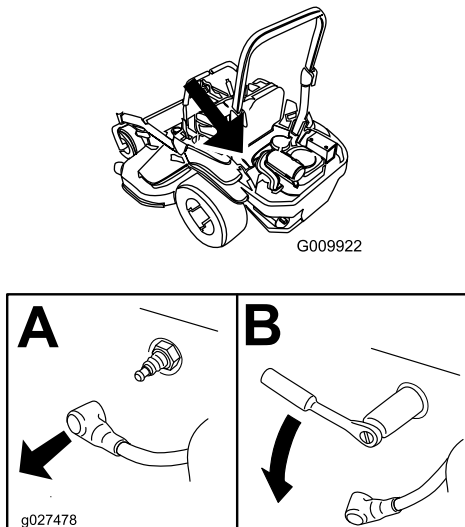

Figure 60
4. Localisez et retirez la ou les bougies comme montré à la Figure 60.